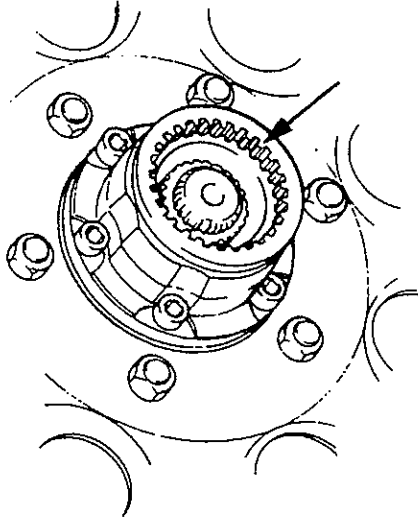

Fig. 17-5-31
4. Compruebe si el engranaje deslizante de cada rueda libre automática de los lados derecho e izquierdo se desliza hacia el interior del cuerpo de manera que la estria del engranaje deslizante se libere por completo de la estria de mando (o sea, si cada rueda libre se encuentra en condición de desconexión (Fig. 17-5-31)